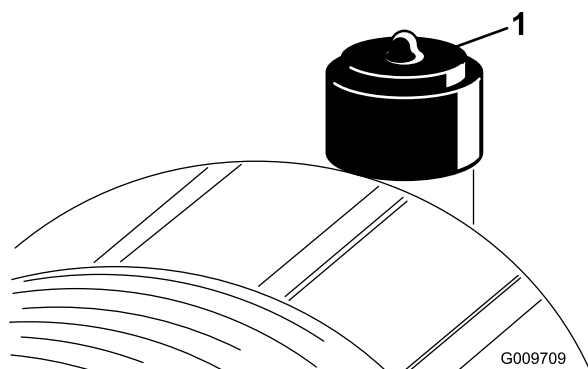

Figura 52
Effettuate la manutenzione del filtro dell'aria quando l'indicatore (Figura 52) lo richiede. Sostituendo il filtro dell'aria prima del necessario si aumenta il rischio che la morchia penetri nel motore quando si toglie il filtro.
6. Se la spia (Figura 52) è rossa, resettatela.